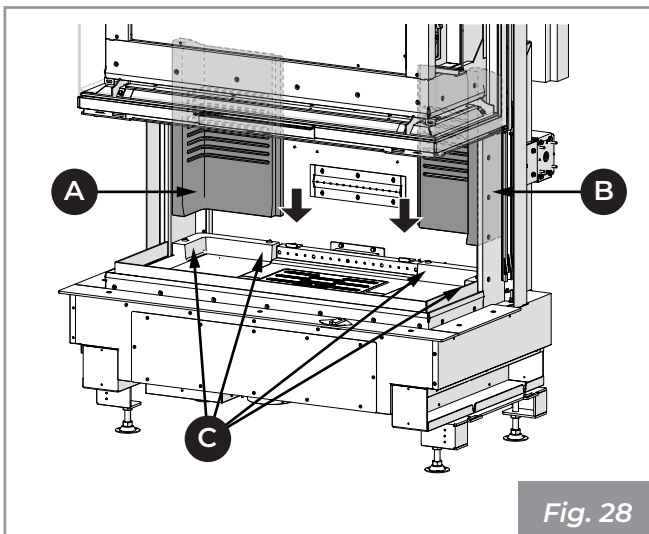

Fig. 28
- 3) Posizionare l'O2RING (3) inserendolo nell'apposito supporto.
- 4) Posizionare i pannelli (3) appoggiandoli sugli appositi supporti.
- 5) Appoggiare gli schienali laterali in refrattario (A, B) alla parete dell'Ecomonoblocco e farli delicatamente scivolare in posizione, centrandoli con le protuberanze (C) presenti nella base in refrattario (Fig. 28).